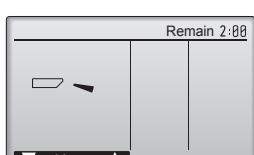

Fig. 7-4
- ② Pulse el bot  n [SELECT/HOLD] para visualizar la pantalla de funcionamiento Lama, y luego pulse los botones [F1] y [F2] para comprobar el sistema autom  tico de desviaci  n del aire. (Fig. 7-4)